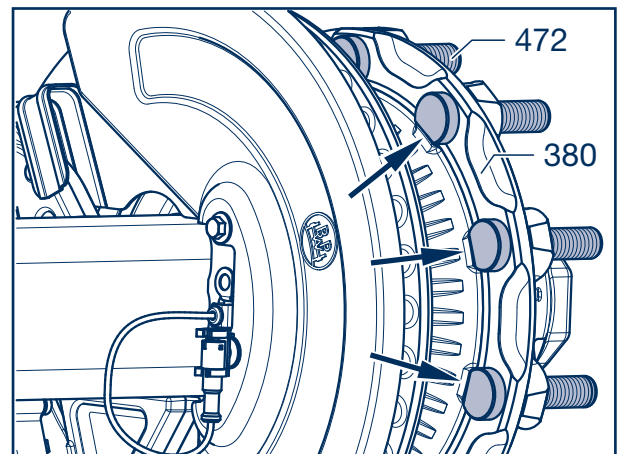

Fig. 26
- [36] Bohrungen für die Radbolzen (472) der ECO Unit (434) und der Bremsscheibe (380) in Übereinstimmung bringen.
- [37] Radbolzen (472) soweit wie möglich in die Bremsscheibe / ECO Unit einstecken. Hierbei auf richtigen Sitz des Radbolzenkopfes an der Bremsscheibe (380) achten (Verdrehsicherung), siehe Fig. 26.
[37] Insert the wheel bolts (472) into the brake disc/ ECO Unit as far as possible. Make sure the wheel stud head is correctly seated on the brake disc (380) (anti-rotation lock), see fig 26.
[37] Enfoncer le goujon de roue (472) aussi loin que possible dans le disque de frein / l'ECO Unit. Veiller au serrage correct de la tête du goujon de roue sur le disque de frein (380) (protection anti-torsion), voir fig. 26.